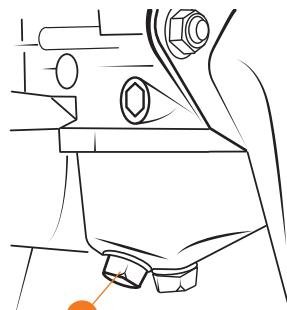

Рис. 11
2. Открутите болт ① для слива топлива и слейте его остатки в подходящую емкость (Рис. 11).